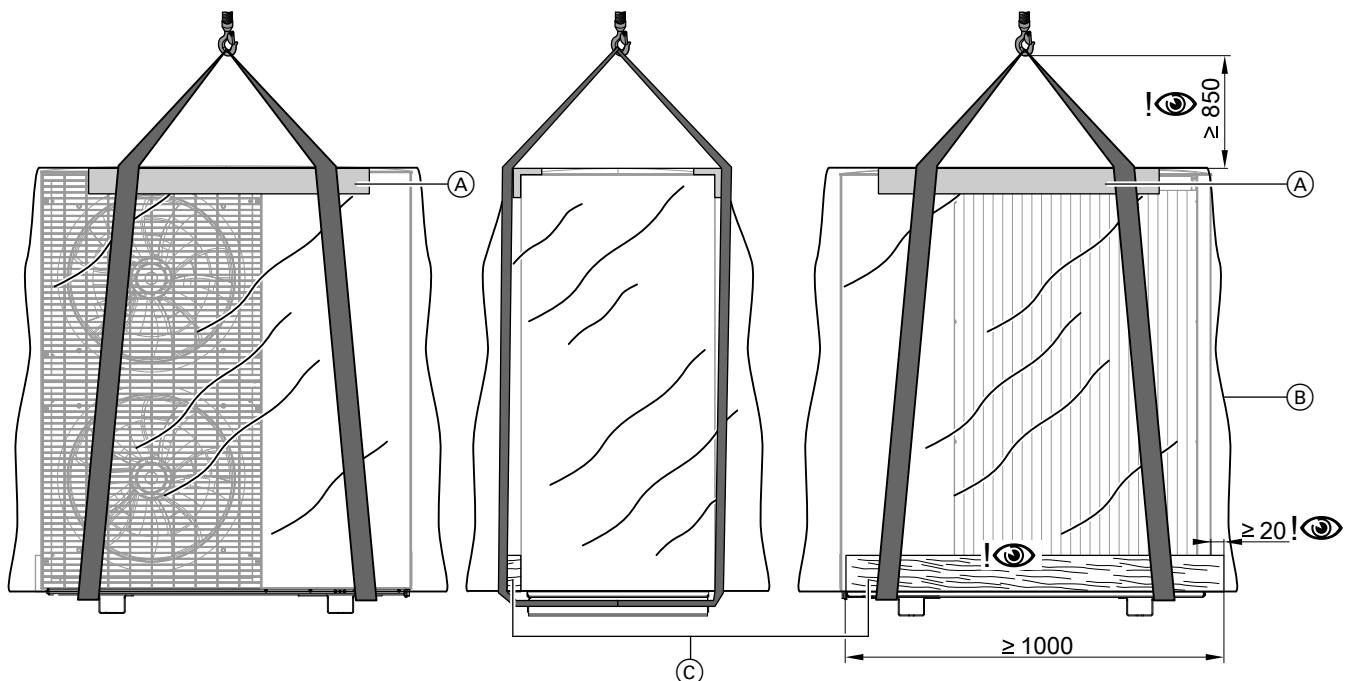

Abb. 9 Transport mit Kran am Beispiel der Außen- einheit mit 2 Ventilatoren
3. Kantenschutzwinkel bauseits an der vorderen und hinteren Oberkante der Außeneinheit anlegen. Gurtbänder fachgerecht um die Außeneinheit legen: Siehe Abb. 9.